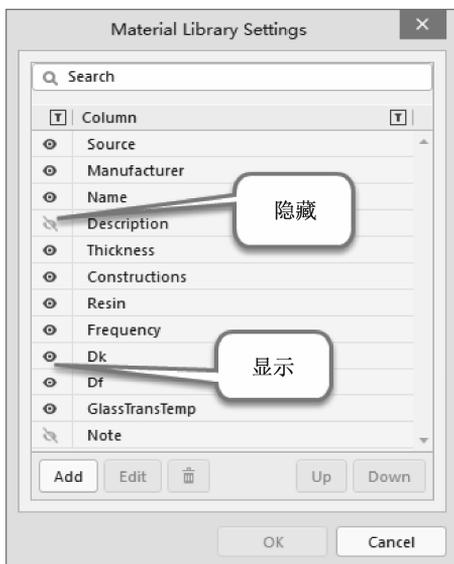

图 3-24 Material Library Settings 对话框
(3) 右侧面板显示各类 PP 片的相关参数, 单击  按钮, 可打开如图 3-24 所示的 Material Library Settings 对话框。在此对话框中, 可显示或者隐藏相关的属性。